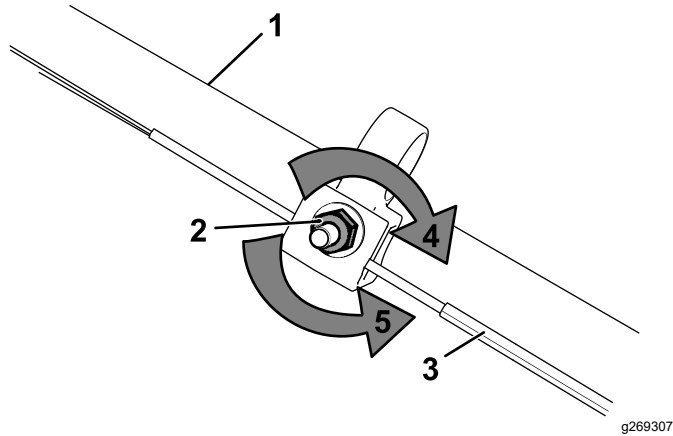

Bild 26
1. Drehen Sie die Einstellmutter nach links, um die Seileinstellung zu lösen (Bild 26).
2. Stellen Sie die Spannung des Seils (Bild 26) ein, indem Sie ihn zurückziehen oder nach vorne drücken und dann in dieser Stellung arretieren.